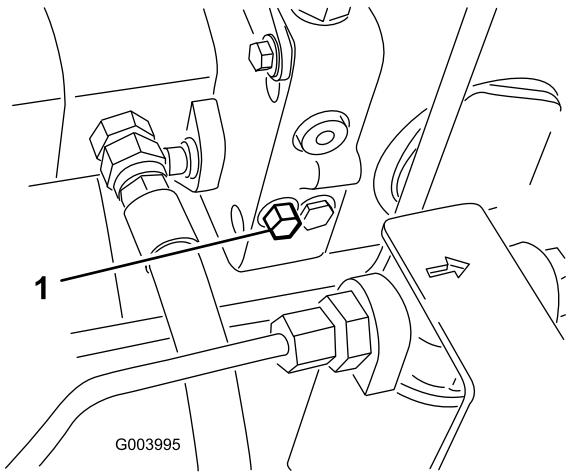

图22
- 旁通阀位于静液压泵的左侧（图22）。将螺栓旋转 1-1/2 圈，打开旁通阀并允许油在内部分流。由于液体被分流，机器可以缓慢移动，而不会损坏传动装置。